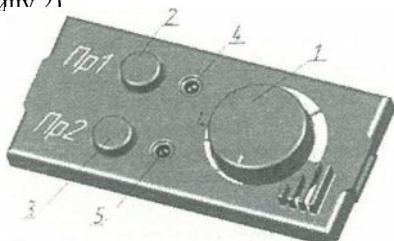

Рис. 2
4.3 Управление подогревателем осуществляется пультом управления, который располагается на приборной панели транспортного средства. На лицевой панели пульта введена ручка поз.1 (рис.2) потенциометра для задания температуры воздуха внутри салона автомобиля. Температура может задаваться от +15 °C до +30 °C (одно деление на панели пульта соответствует повышению температуры на 3 °C).
На лицевой панели пульта управления также выведены светодиоды поз 4 и поз. 5 (см. рис. 2), которые показывают состояние подогревателя и программу, по которой работает подогреватель (см. таблицу 2).